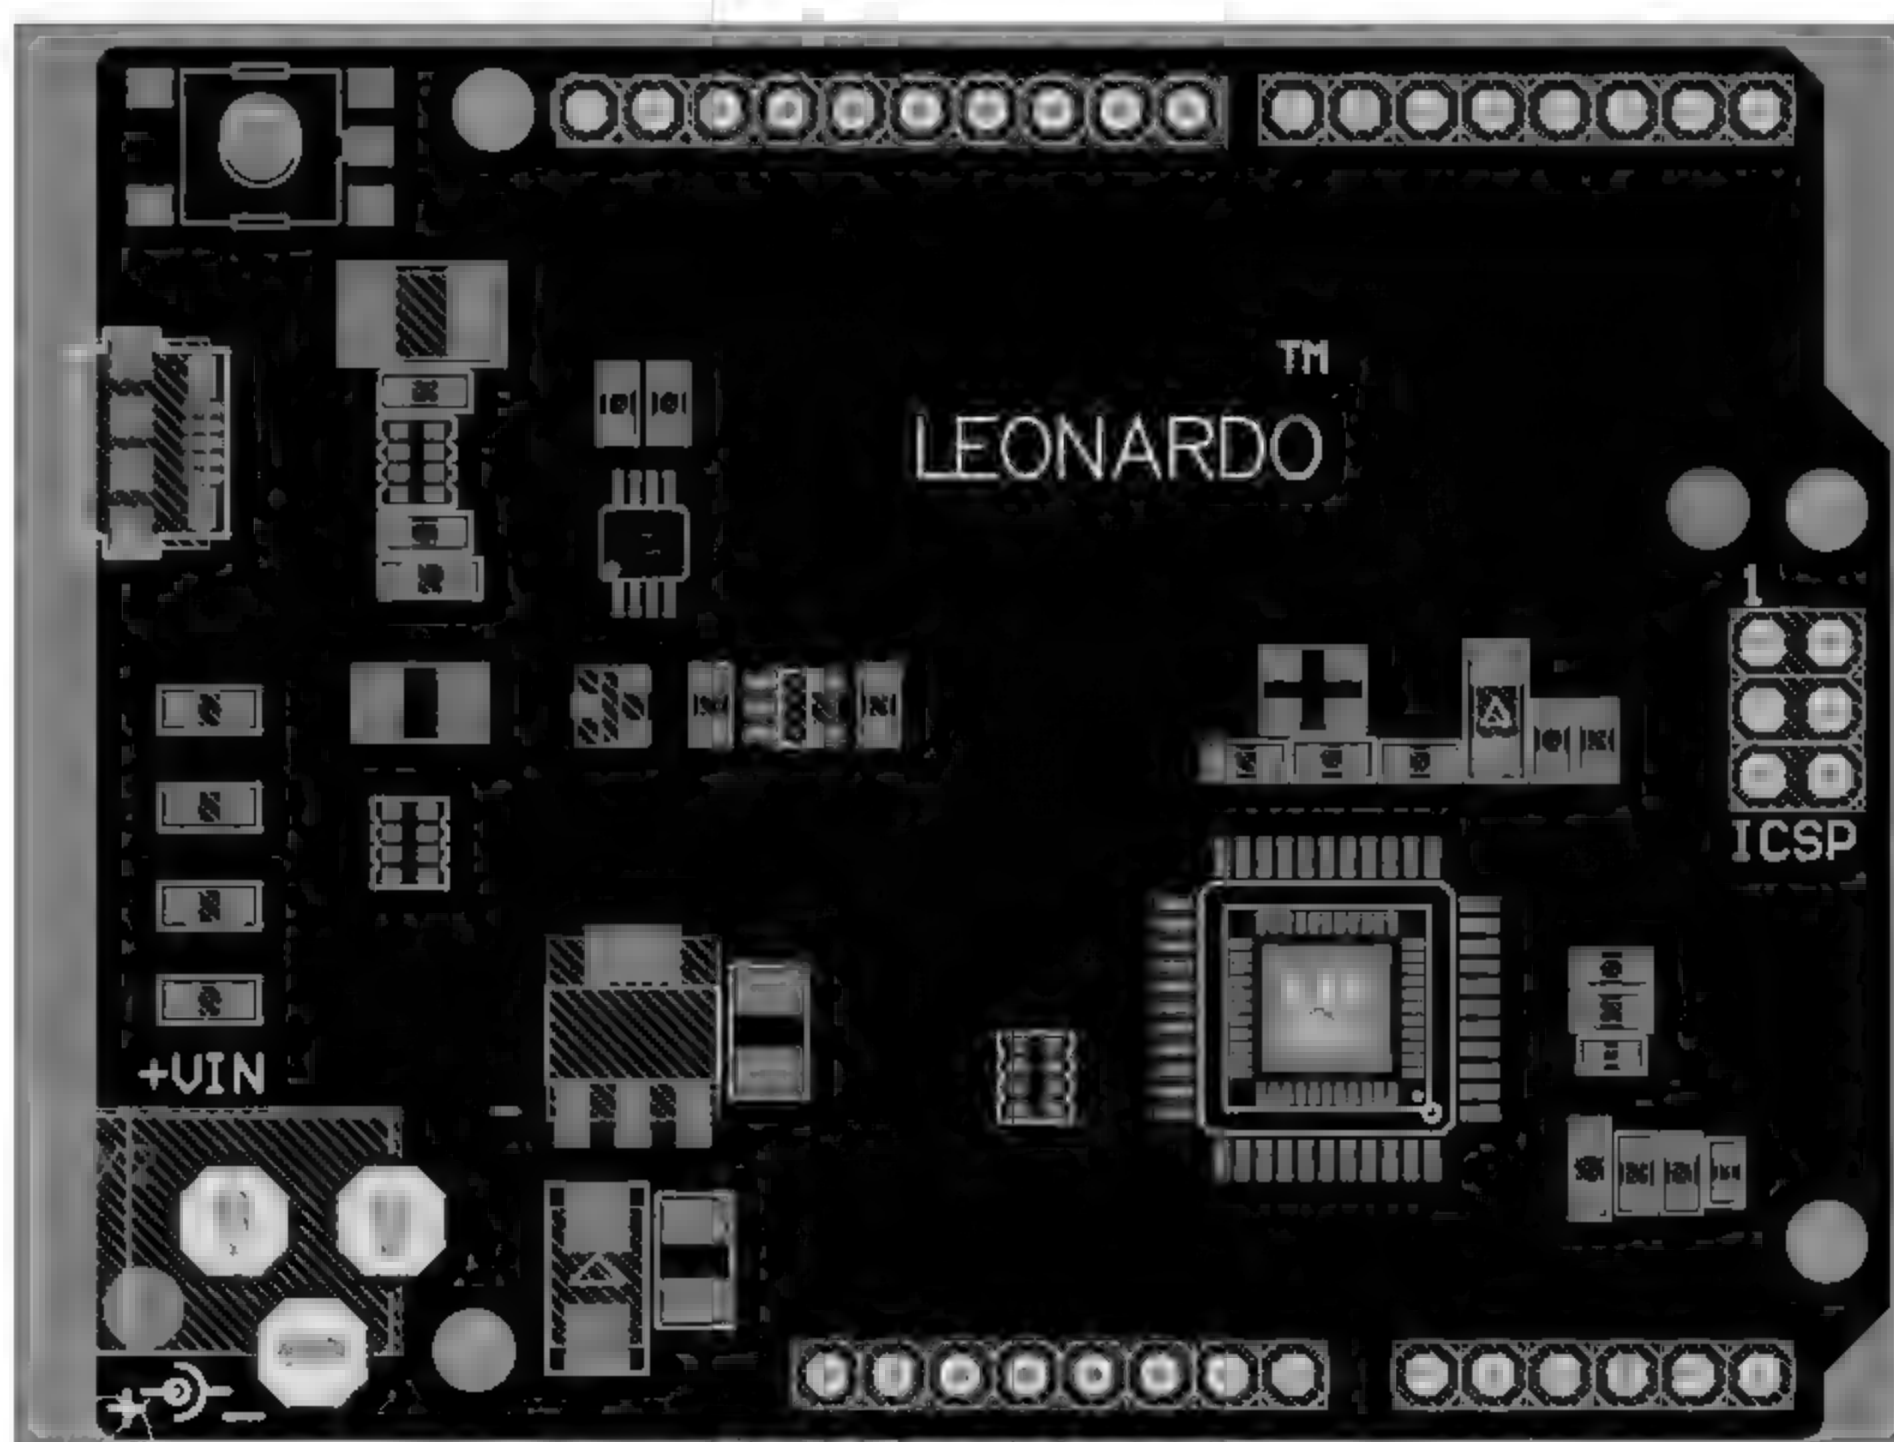

图 7-15 完成 PCB 布局
(3) 结合交互式布局 and 模块化布局, 完成整板的 PCB 布局, 如图 7-15 所示。布局的时候须遵循以下基本原则: